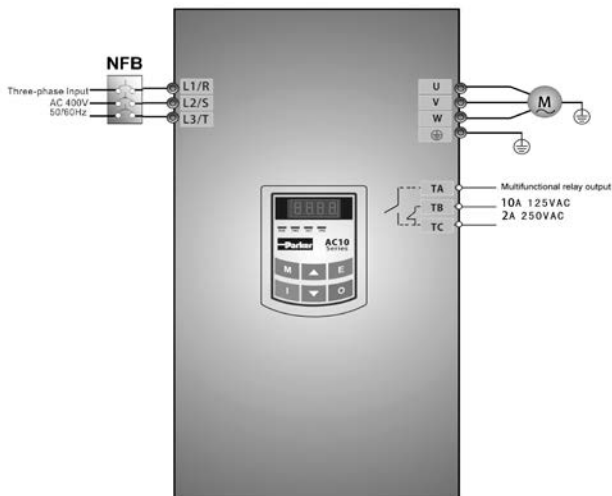

Abbildung 4-1 Verdrahtungsplan 1
- (1) Verbinden Sie die Kabel entsprechend Abbildung 4-1. Nachdem die Verkabelung erfolgreich überprüft wurde, schalten Sie den Belüftungsschalter und den Wechselrichter ein.
- (2) Drücken Sie die Taste „M“, um das Programmiermenü aufzurufen.
- (3) Messen Sie die Parameter des Motors.
- (3) Ermitteln Sie die Parameter des Motors. Die Vorgehensweise entspricht der im Beispiel 1.
- (4) Stellen Sie die Funktionsparameter des Wechselrichters ein: